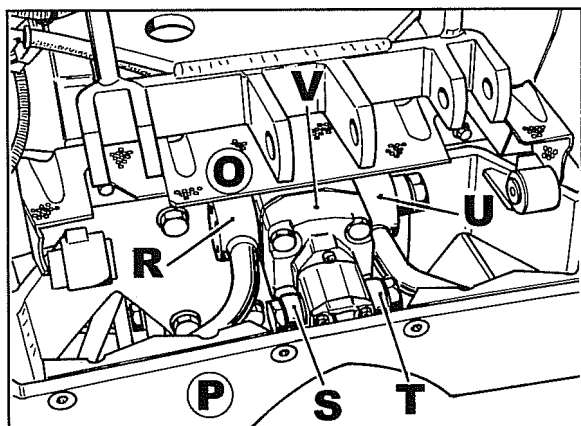

Fig. 19
- 20 Enlever la grille **O** fig. 19 de protection.
- 21 Desserrer le support des masses de lestage **P** fig. 19, débrancher les tubes **R**, **S**, **T** et **U** de refoulement et d'aspiration des deux pompes, puis enlever le support des masses.
- 22 Enlever la pompe **V** fig. 19.